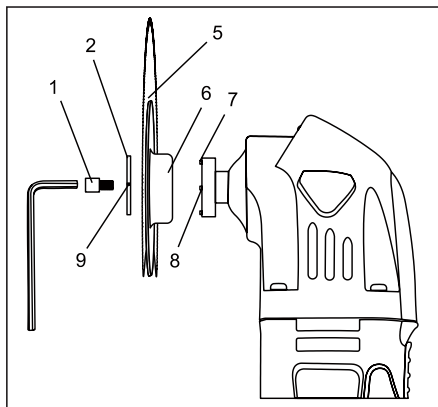

Fig. 2
2. Поместите лезвие (5) держателя аксессуаров (рис. 2).